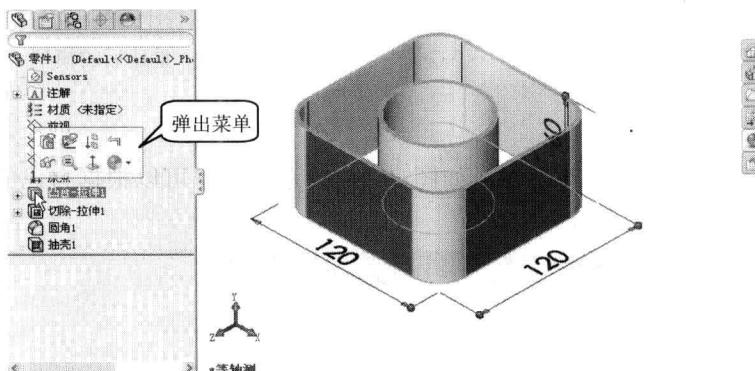
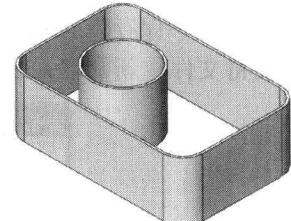

图 1-20 修改草图 1 尺寸数值
图 1-21 修改后的结果
- (1) 在特征树上单击“凸台-拉伸 1”，在弹出的快捷菜单中单击“编辑草图”按钮 (如图 1-20 所示)，图形区中显示草图 1 的图形及尺寸。
- (2) 双击水平尺寸数值“120”，将其改为“180”。
- (3) 单击“确认角”按钮，结束并接受草图绘制，结果如图 1-21 所示。